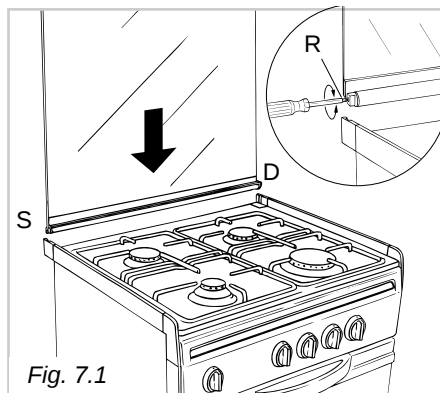

Fig. 7.1
- nella sede destra deve essere montata la cerniera con la stampigliatura **"D"** mentre nella sede sinistra la cerniera con la stampigliatura **"S"** (Fig. 7.1)
Eventualmente registrare la taratura delle molle delle cerniere ruotando le viti (R) in senso orario (fig. 7.1).